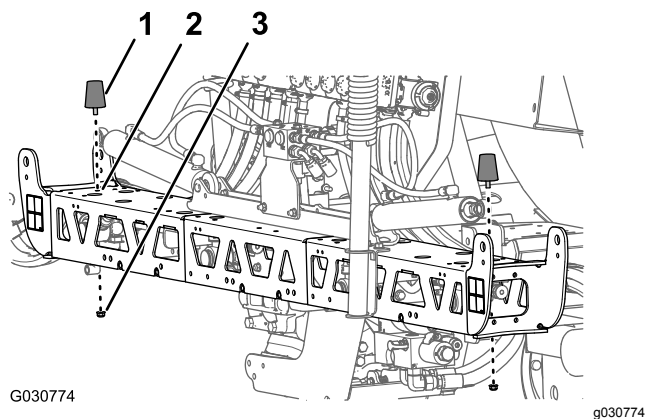

Bild 131
1. Fluchten Sie den Gewindebolzen der Stoßstange, den Sie in Schritt 4 in Entfernen der Auslegerwiege \(Seite 39\) entfernt haben, durch das mittlere Loch am Ende der oberen Platte des mittleren Auslegerabschnitts aus (Bild 131).